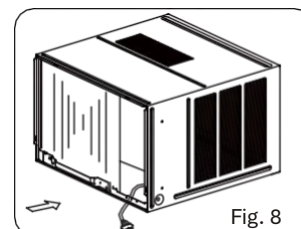

Fig. 8
1. Deslize o aparelho para dentro do armário até ficar bem encostado à parte de trás do armário. Deve ter o cuidado de assegurar que as tiras de vedação de espuma no armário permanecem no lugar (ver Fig. 8).